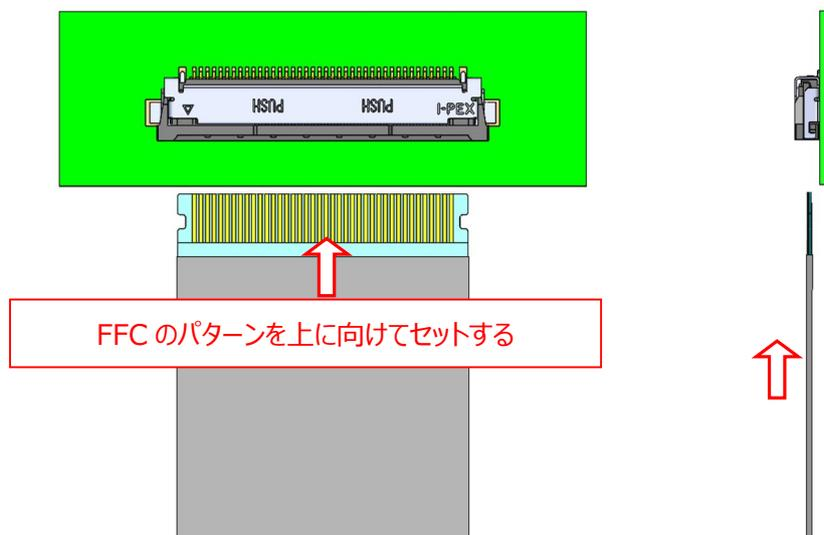

図. 3-1 FFC 挿入方法 1
- ① 図 3-1 の様に、FFC のパターンを上に向けて挿入間口に対し水平にセットする。